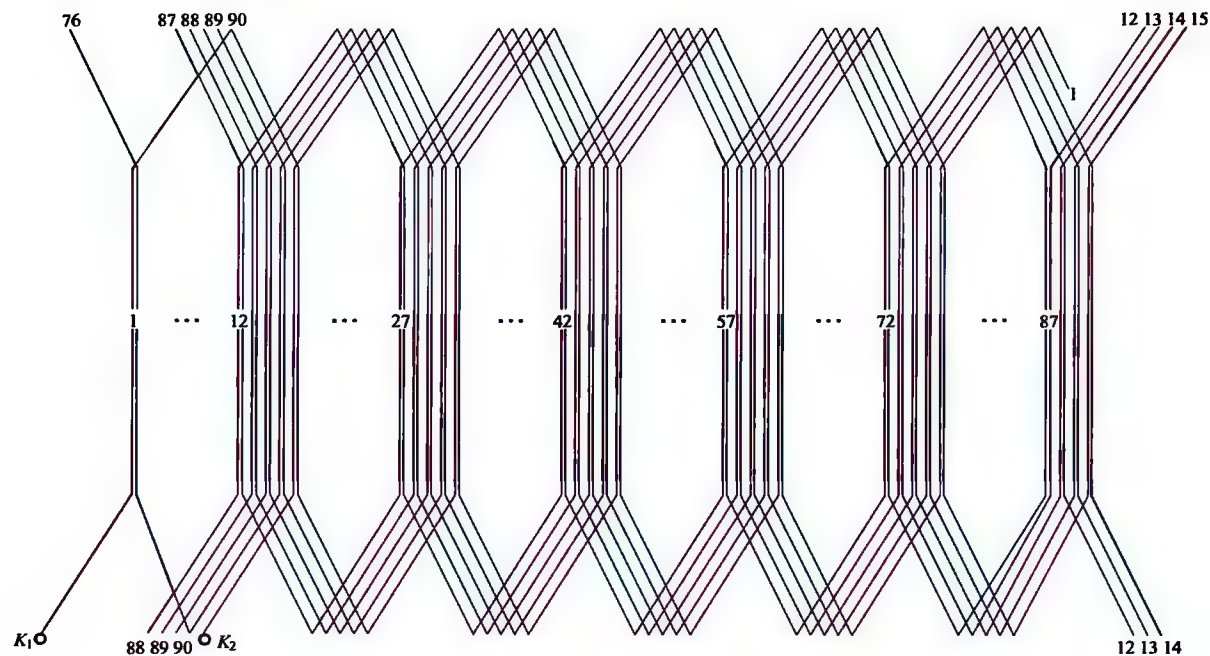

图 3-13 6 极 90 槽双层波绕组展开图
13. 6 极 90 槽双层波绕组展开图 (见图 3-13)